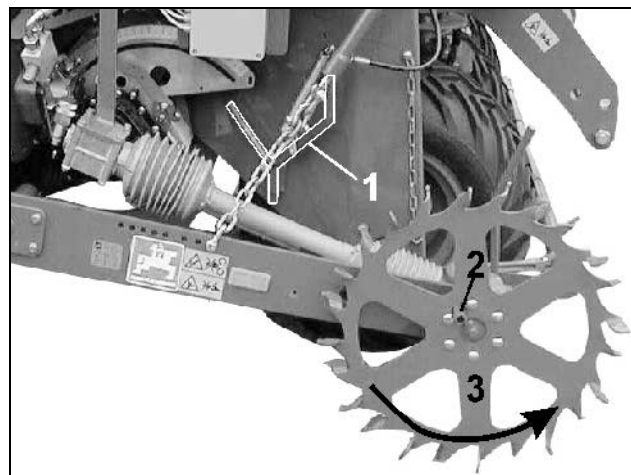
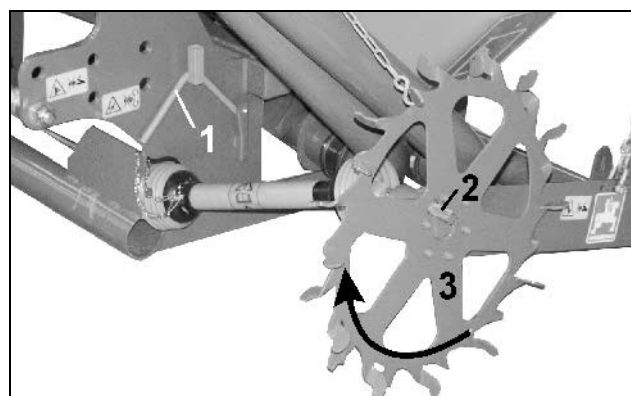

Рис. 70
Рис. 71
- Возьмите рукоятку для установки сеялки на норму высева (Рис. 70/1, Рис. 71/1) в руки.
- Рукоятку для установки сеялки на норму высева посредством 4-гранной насадки (Рис. 70/2, Рис. 71/2) вставьте в колесо с почвозацепами (Рис. 70/3, Рис. 71/3).
FPS (Рис. 70): колесо с почвозацепами проворачивайте **против** часовой стрелки!
FRS (Рис. 71): Колесо с почвозацепами проворачивайте **по** часовой стрелке!
- Установите рукоятку для установки сеялки на норму высева (Рис. 70/1) в крепление.